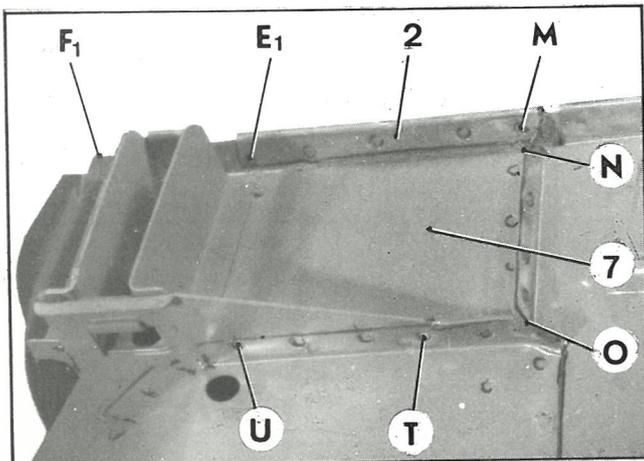

Fig. 9
en OT (fig. 9)
en TU (fig. 9) (côté tôle de fermeture)
en F₁M (fig. 9)
en O (fig. 9 et 10)
18. Mettre en place la tôle de sertissage (2) (fig. 9) de chaque côté.